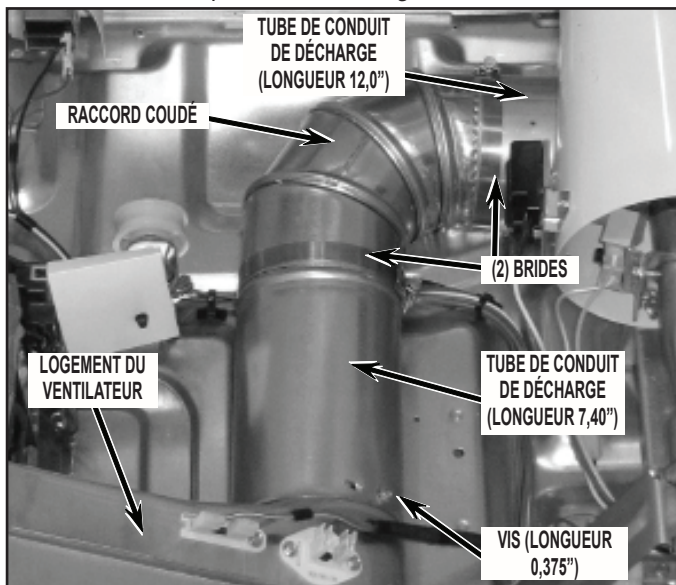
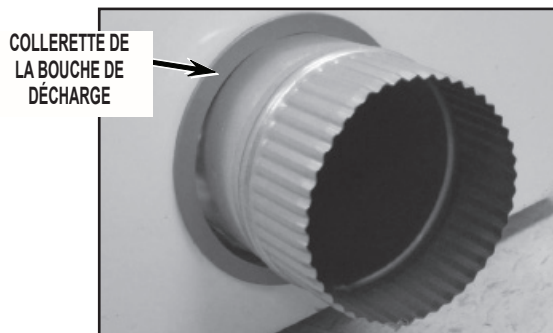

FIGURE 33
FIGURE 34
- Combiner/assembler les composants suivants du circuit de décharge fournis dans l'ensemble - tube de conduit de décharge (longueur 305 mm (12,0")), raccord coudé et une bride. Serrer légèrement chaque bride pour qu'elle retienne les composants, mais en permettant encore un mouvement relatif des composants; voir la *Figure 33*.
- Insérer le sous-ensemble décrit à l'étape précédente à travers l'ouverture qui était obturée par l'opercule arrachable dans le panneau latéral du côté droit, extrémité nervurée placée vers l'extérieur; placer une bride sur le raccord coudé et raccorder l'extrémité du raccord coudé au tube de conduit de décharge (longueur 187 mm (7,40")) déjà présent à l'intérieur de la sécheuse; voir la *Figure 33*.
- Positionner correctement l'ensemble du circuit de décharge; bien serrer chaque bride; voir la *Figure 33*.
- Depuis l'extérieur de la sécheuse, installer la collerette de la bouche de décharge (fournie avec l'ensemble) – enfiler la collerette sur le tube de conduit de décharge et provoquer la mise en place par emboîtement; voir la *Figure 34*.
- Positionner correctement l'ensemble du circuit de décharge; veiller à ce que la nervure de butée sur le tube de conduit de décharge (longueur 305 mm (12,0")) soit à l'extérieur de la sécheuse; voir la *Figure 34*. Bien serrer chaque bride; voir la *Figure 33*.